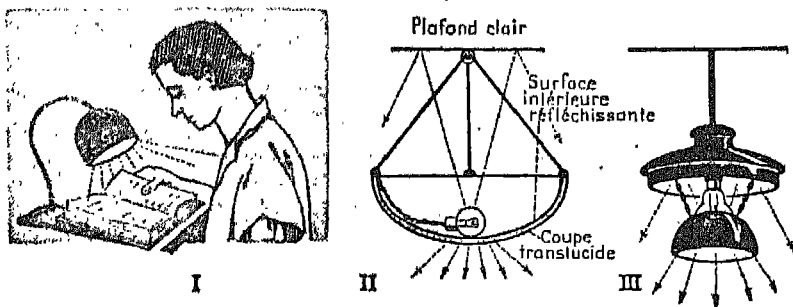

Fig. 9. — Différents modes d'éclairage artificiel.
pour éviter l'éblouissement. La lumière qu'elles émettent doit frapper uniquement la table de travail (fig. 9).
a) Dans l'*éclairage direct*, la lumière arrive directement des lampes sur l'objet à éclairer (fig. 9, I). C'est le dispositif le plus économique, mais le moins agréable, car il donne des ombres épaisses.
c) Dans l'*éclairage mixte*, on combine ces deux procédés (fig. 9, II et III), ce qui est la meilleure solution.